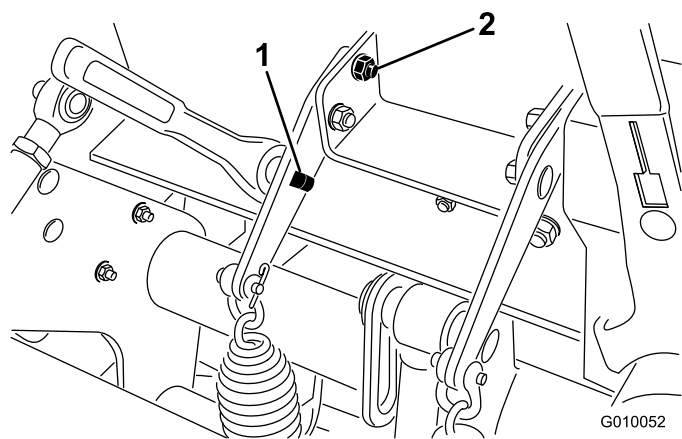

図 38
2. スプリング・プレートの四角い穴に 1/2" のラチェットまたはボールを差し込む（図 38）。